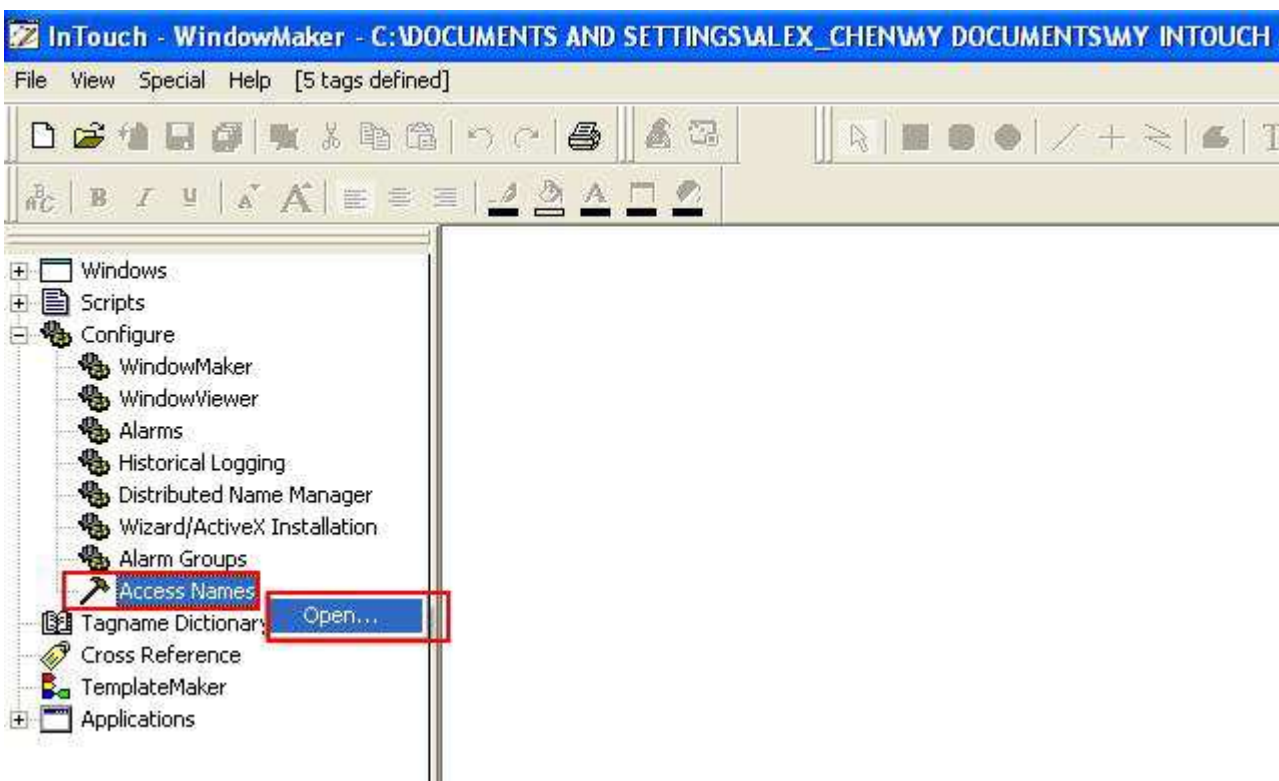

Рис. 9
2.8 В **InTouch-WindowMaker** в левом меню перейдите в раздел **Configure** → **Access Names** → **Open**. В диалоговом окне, которое появится, нажмите **Add**. Введите имя **MoхаIO** в графе **Access**, присвойте имя **MBENET** в разделах **Application Name** и **Topic Name** (Рис. 9 - 10):